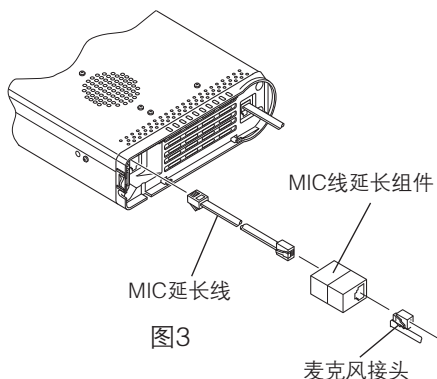

图3
5. 参照图 3，将MIC 延长线的接头插入到**FT-857D**的麦克风接口，然后将MIC延长线的接头插入MIC线延长组件上。